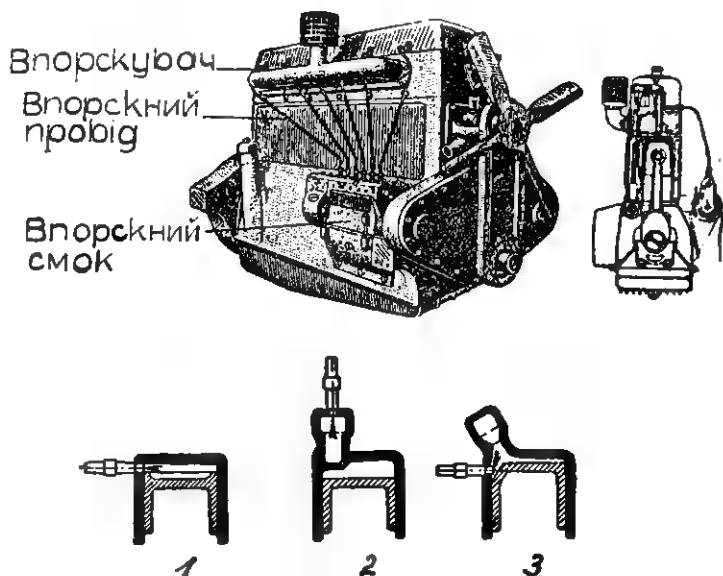

Рис. 36. Рушій Дізеля.
На рис. 36 вгорі наліво бачимо зовнішній вигляд рушія, на право поперечний переріз через циліндр. На перший погляд він зовсім подібний до бензинового рушія, однак при ближнім розгляді знаходимо великі різниці в конструкції, діланню і обслузі.
повітря. Щоб паливо цілковито спалилося, мусить воно добре вимішатися зі стисненим повітрям в циліндрі. Для досягнення цього і для зменшення впускного тиску надається внутрішній стороні  рушія Дізеля або толокові особливу форму. На рис. 36 (1) бачимо конструкцію з прямим впуском, при чому толоч має відповідне вижодження. Рис. (2) представляє конструкцію зі вступною коморою, а рис. (3) конструкцію зі збірничком повітря перед циліндром.